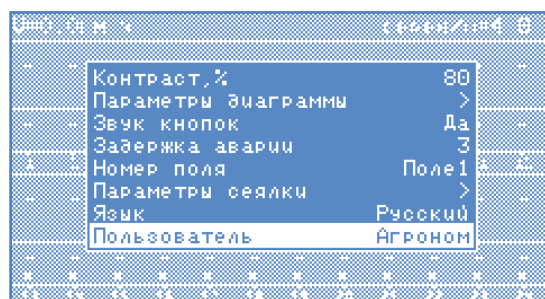

Рисунок 24
5. Кнопками «Вверх» и «Вниз» выбрать пункт меню «Пользователь» (см. «Рисунок 24»). Кнопками «Влево» и «Вправо» выбрать «Агроном» и нажать кнопку «Меню». В появившемся окне ввести свой ПИН-код. В случае ввода правильного кода произойдет смена уровня доступа, о чем будет свидетельствовать сообщение на экране, и после этого будет показан главный экран.